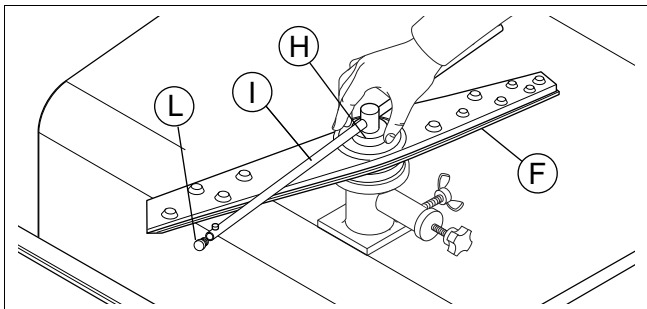

Figura 25 Brazos giratorios de lavado y aclarado
- Retire los brazos de lavado superior e inferior “F” y de aclarado “I”, tras desenroscar la tuerca anular “H” (Figura 25).
- Desenrosque los tapones “L” (Figura 25) de los surtidores de aclarado.